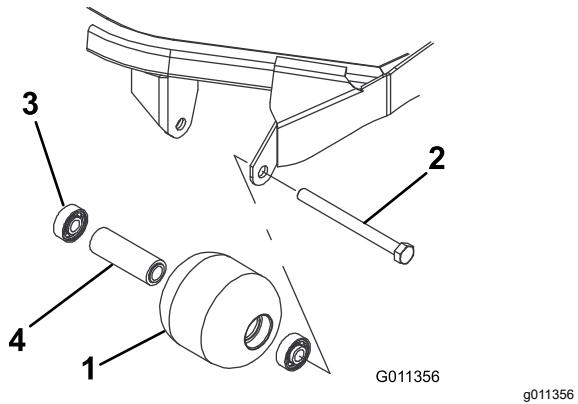

図 98
1. ローラ取り付けボルトを外す図 98。
4. ローラハウジング、ベアリング、ベアリングスペーサに破損がないか点検する図 98。破損している部品を交換し、組み立てを行う。
1. 第一のベアリングをローラハウジングに押し込む図 98。アウターレースのみを押すか、インナーレースとアウターレースを均等に押すかする。
2. スペーサを入れる図 98。
3. 第二のベアリングをローラハウジングに押し込む図 98。インナーレースがスペーサに接触するまで、インナーレースとアウターレースを均等に押す。